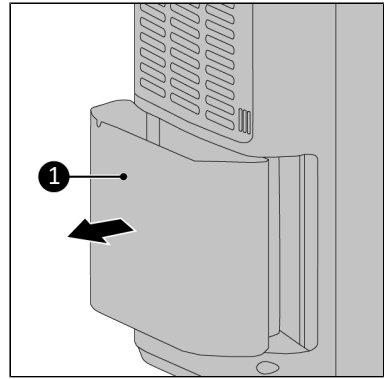

Figura 63.
1. Coloque ambas manos en los laterales del depósito del agua (Figura 63, pos. 1).
2. Retire con cuidado el depósito del agua (Figura 63, pos. 1) del aparato.